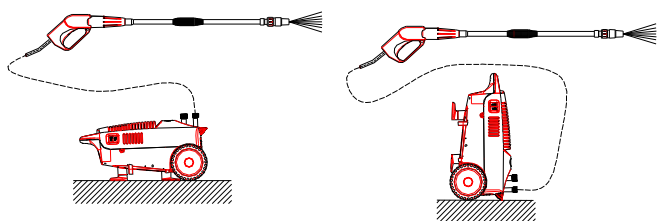

figura 5
5.3.9 Pode ser colocado em dois estados durante o funcionamento. Consulte a figura 5